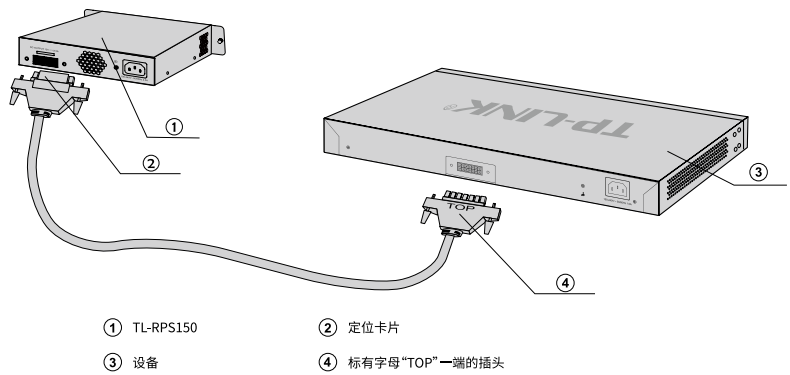

图3-5 连接设备和TL-RPS150示意图
3. 使用TL-RPS150中配送的直流电源线连接设备和TL-RPS150。如图3-5所示，直流电源线的其中一端插头上标有字母“TOP”，另一端插头上则带有一个定位卡片。请将标有字母“TOP”的一端插到设备的RPS输入接口，而带有定位卡片的一端插入TL-RPS150的直流输出接口。操作时应注意将两端插头中带字母“TOP”和带定位卡片的一面朝上。